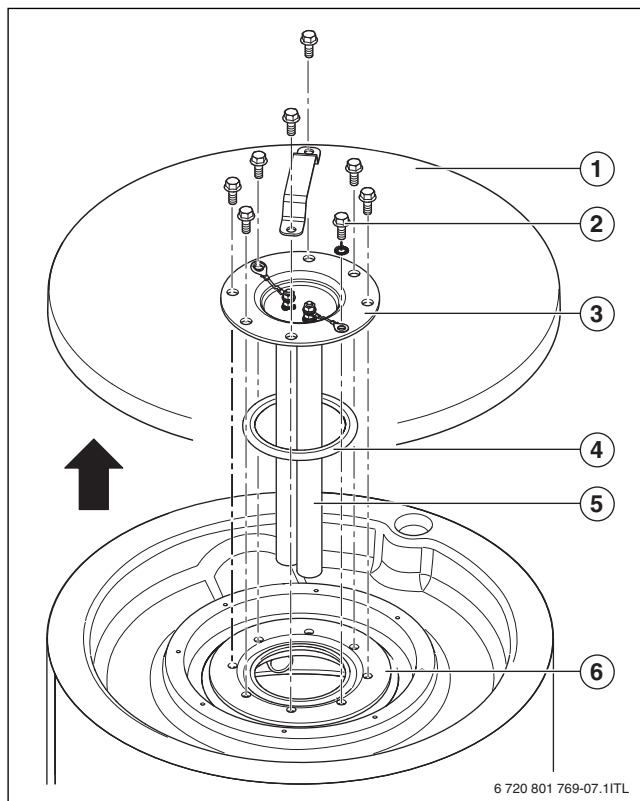
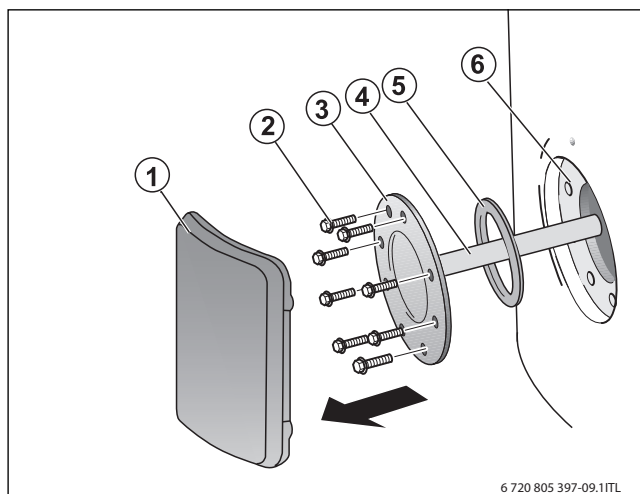

Fig. 17 Démontez le couvercle de la trappe de visite SU54/5
Fig. 18 Démontez le couvercle de la trappe de visite SU80/5, SU100/5
- ▶ Retirer le recouvrement de l'habillage PS (SU54/5) (→ fig. 17, page 50, [1]) ou le couvercle de la trappe de visite (SU80/5, SU100/5) (→ fig. 18, page 50, [1]) du ballon d'eau chaude sanitaire.
- Démonter la trappe de visite (→ fig. 17, page 50) si ce n'est pas encore le cas.
- ▶ Démonter la trappe de visite (→ fig. 17, page 50) si ce n'est pas encore le cas.